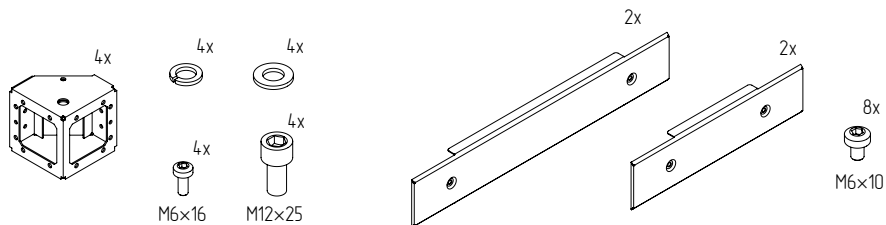

Рисунок 3 – Комплектность цоколя
- проверить комплектность цоколя (рисунок 3).